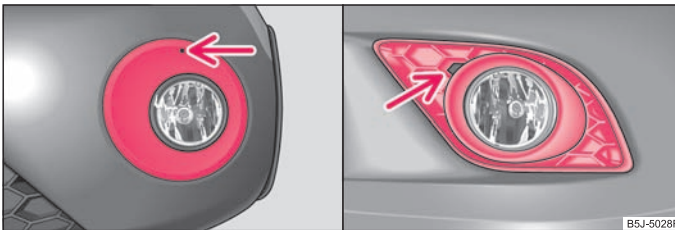

Abb. 174 Vorderer Stoßfänger: Fabia Scout / Fabia RS
- In die Öffnung oberhalb des Nebelscheinwerfers ⇒ Abb. 174 - links führen Sie den Drahtbügel aus dem Bordwerkzeug ein und nehmen die Abdeckung heraus.
- Führen Sie einen Finger in die Öffnung neben dem Nebelscheinwerfer ⇒ Abb. 174 - rechts und nehmen Sie die Abdeckung heraus.